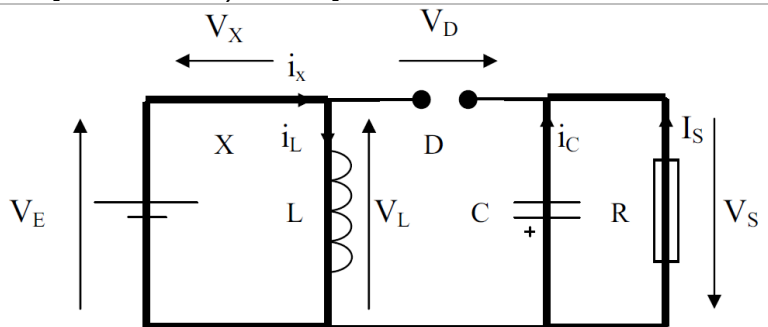
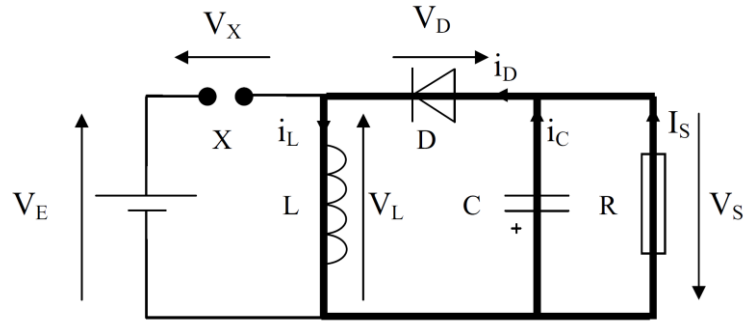

Figure 3
Figure 4
L'interrupteur X est un interrupteur commandé. Ce dernier peut ainsi avoir deux états : l'état fermé ou l'état ouvert. La commande de l'interrupteur X est périodique de période T et se décompose en deux parties. Les figures (Figure 3 et Figure 4 ci-dessous) illustrent ainsi le fonctionnement du hacheur suivant l'état de l'interrupteur X .
- Q7** A partir de la Figure 3, donner l'équation de $VX(t)$ pendant la première partie de la période (de 0 à αT).
- Q8** A partir de la Figure 4, donner l'équation de $VX(t)$ pendant la deuxième partie de la période (de αT à T).
- Q15** En se référant au montage de la Figure 3, donner l'équation d'évolution du courant dans la bobine sur la durée $[0, \alpha T]$ et en déduire l'équation $\Delta I_L = f(V_{E, \alpha, L, F})$ avec $\Delta I_L = I_{Lmax} - I_{Lmin}$ et F : Fréquence de commutation de l'interrupteur commandé.